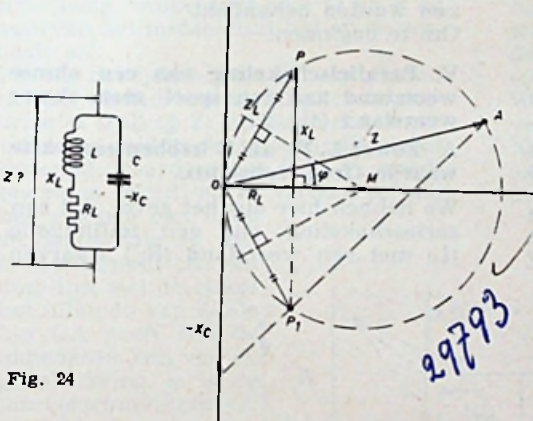

Fig. 24
A. L , R , C en f hebben een bekende (vast) waarde (fig. 24).
De condensator is variabel tussen C_{max} en C_{min} . De cirkel is de meetkundige plaats van Z voor alle waarden van C. De constructie is dus tot en met de cirkel geheel gelijk aan die van fig. 24. Voor de duidelijkheid zijn de lijnen, waarmee het middelpunt (M) van de cirkel wordt bepaald uit de figuur weggelaten.